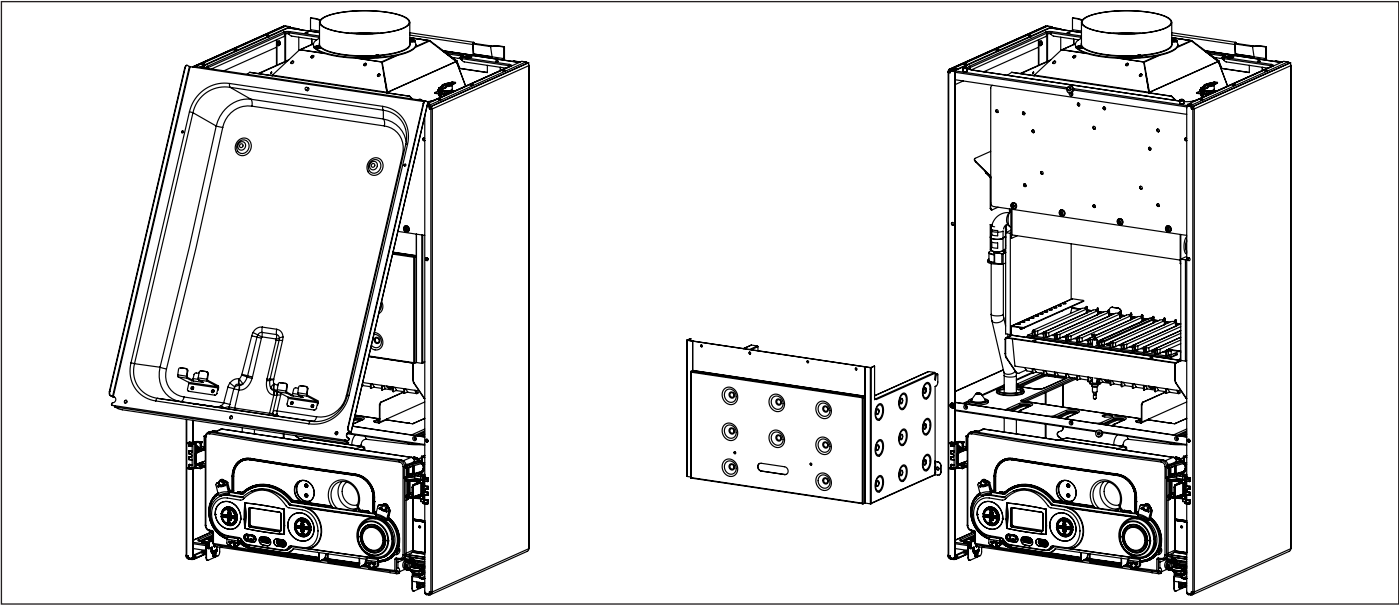

Fig. 20 Démontage chambre de combustion
- Démonter la partie frontale de la chambre de combustion (voir Fig. 20 Démontage chambre de combustion).